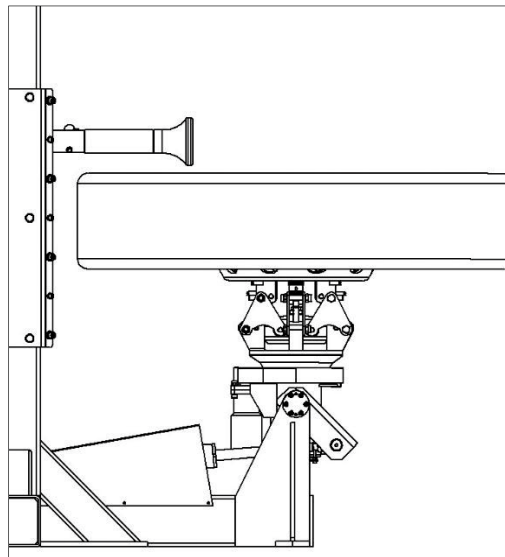

Рис. 7
14. Поверните в рабочее положение и зафиксируйте консоль с прижимным роликом, установите ее так, чтобы она лежала на верхнем борте шины, рис. 7.